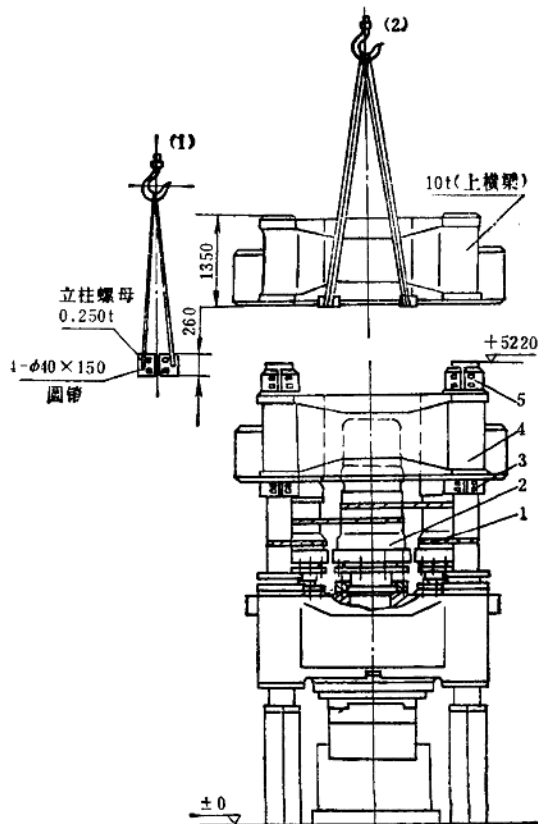

图13-2-19 拆吊上横梁
3) 拆吊上横梁: 如图 13-2-19 所示, 先拆除主、侧工作缸的高压进水管和充液阀, 然后将主、侧缸逐一下放至柱塞上。方法是用行车把缸体吊住, 松掉缸体与上横梁连接的螺栓, 然后缓慢将缸体放下去。应该注意, 侧缸柱塞下部为球形座支承, 为了防止倾倒, 应以钢丝绳固定住。并做出缸体与上横梁相对位置的拆装记号。最后拆吊上横梁。此前先拆去立柱螺母 5, 拆吊时要求起吊平稳, 防止撞刮立柱螺纹。接着拆立柱螺母 3, 并做出拆装记号。